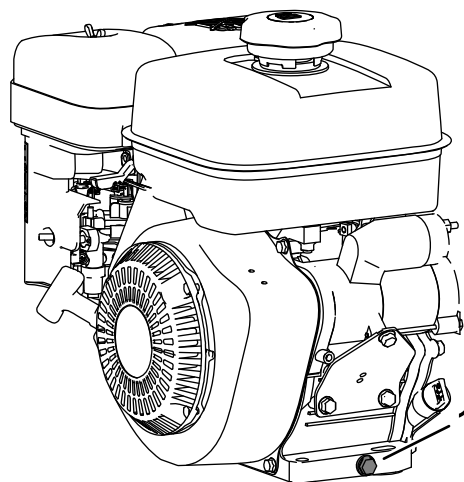

図 15
4. ディップスティックを引き抜いてオイル量を確認する(図 15)。